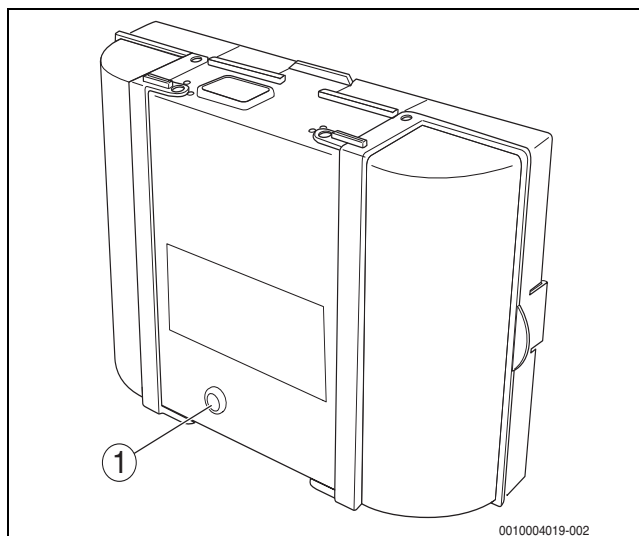

Bild 83 Störungen am Feuerungsautomaten zurücksetzen
- ▶ Taste „Entstören“ am Feuerungsautomaten drücken (→ Bild 83).